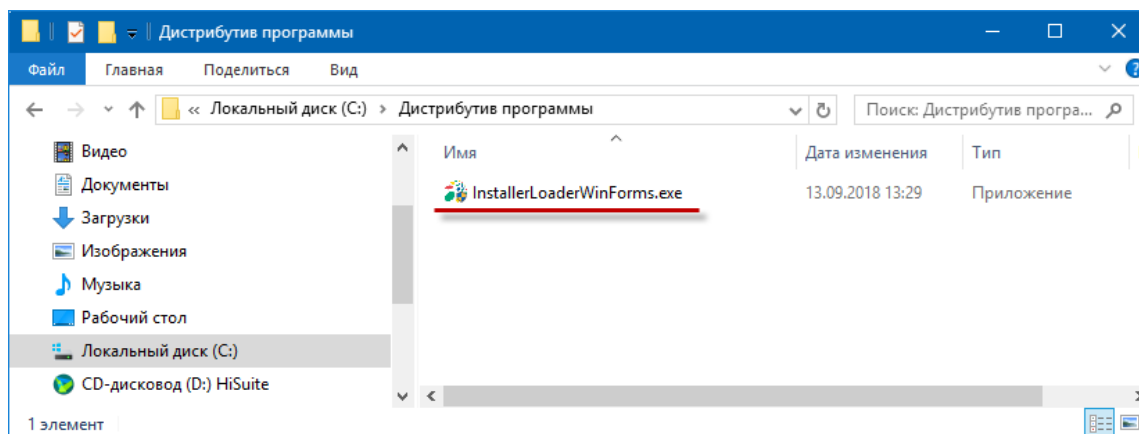

Рисунок 1 – Расположение архива
1. Скачайте дистрибутив с сайта <https://www.esphere.ru/support/download/> на жесткий диск компьютера в нужную папку. В нашем примере файл был скачан в папку «C:\Install_adapter» (рис. 1). Необходимо запустить скачанный файл для начала установки.